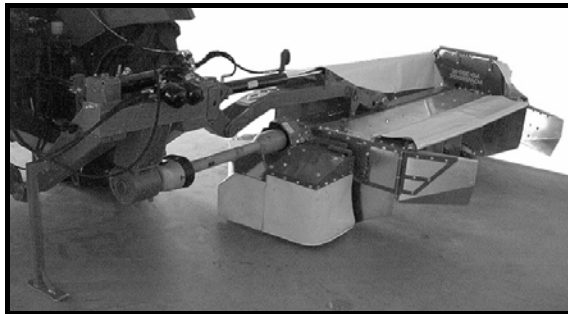
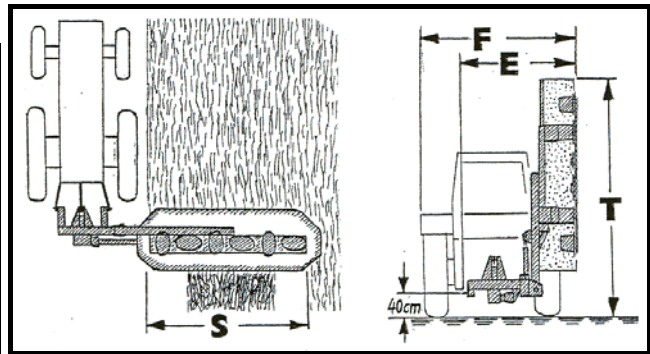

Abbildung 2: Gesamtansicht
Abbildung 3: Transport- / Arbeitsbreite
(siehe Abbildung 2: Gesamtansicht Abbildung 3, (F))	Unterschiedlich je nach Traktortyp